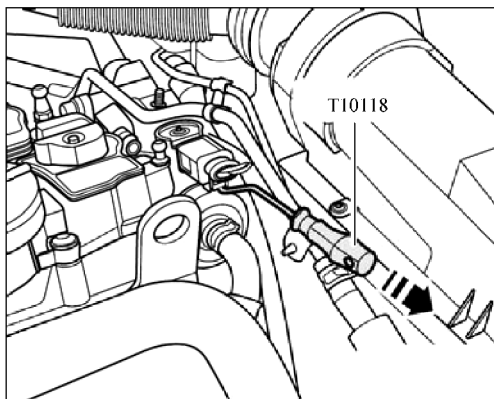
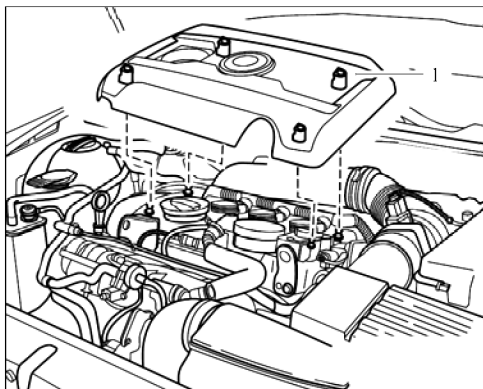

图 19-4 拔下燃油压力调节阀插头
图 19-5 拆下发动机舱盖
① 如图 19-4 所示，用拆卸工具 T10118 将插头从燃油压力调节阀 N276 上拔下。
② 起动发动机并怠速运转约 10s。
③ 关闭点火开关。
④ 在消除了高压后可以打开高压系统，但必须收集流出的燃油。
2) 向上脱开发动机舱盖 1，如图 19-5 所示。